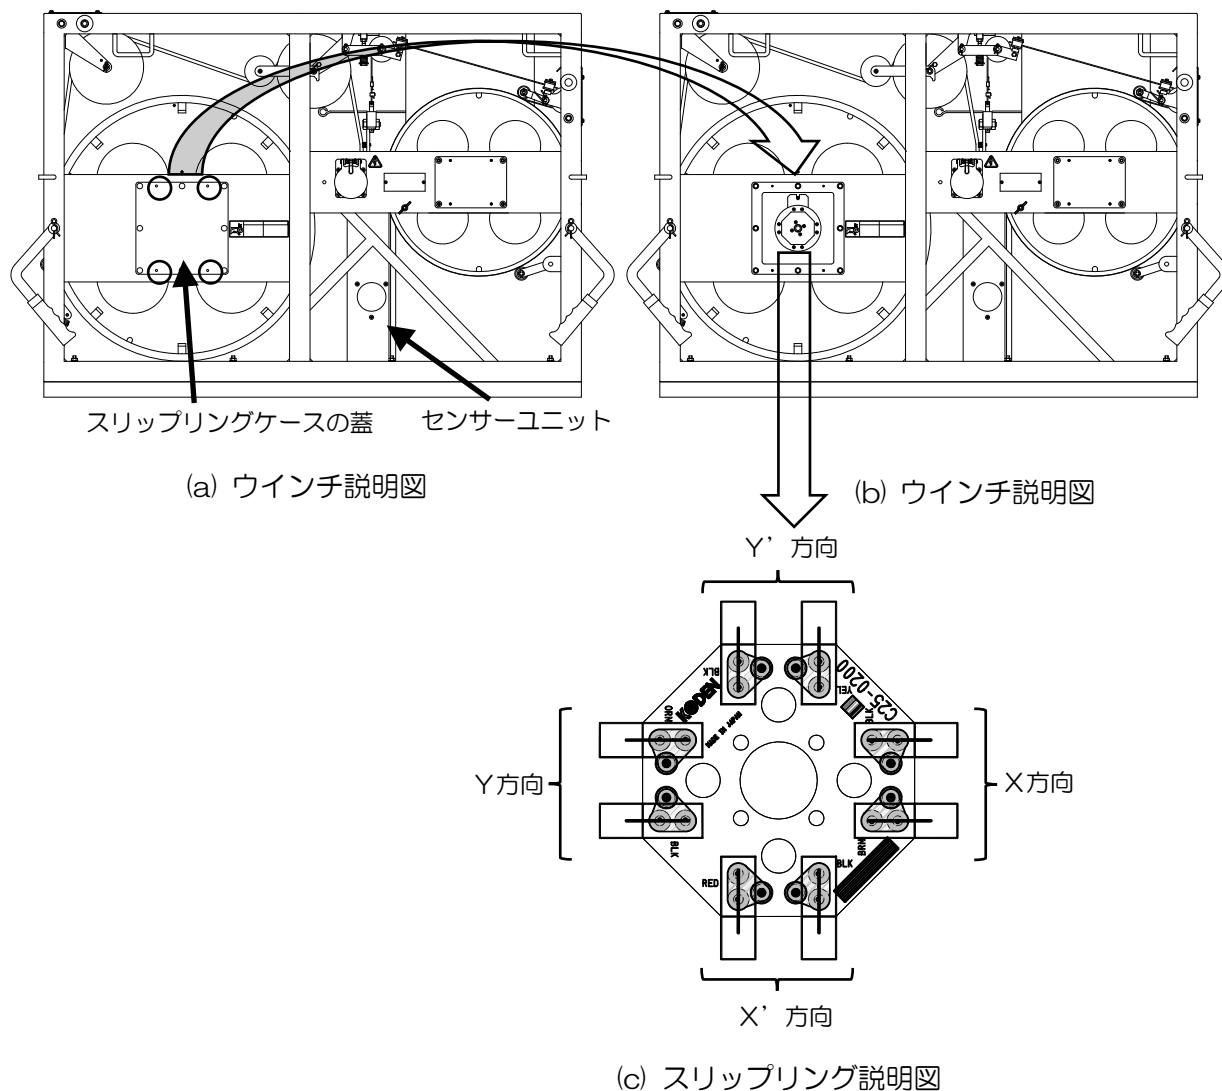

図 3.16 スリップリング説明図
スリップリングプリント板 (C25-0200) は、スリップリングユニットに実装され、センサーエレメント用のケーブルを中継します（図 3.16 参照）。C25-0200 単体では、保守部品としては扱いません。
- (1) センサーユニットが充分乾燥していることを確認して下さい。CW-558R は、外して下さい。
- (2) スリップリングケースの蓋を開けます。4本のねじを外して下さい。(図 3.16 (a)参照)
- (3) メガーテスター (DC500V) を使用して、4組 (X、X'、Y、Y' 方向) の絶縁抵抗を確認して下さい。概ね 1MΩ以上で良好です。4組の絶縁抵抗の数値が同じような値であれば概ね良好です。(図 3.16 (b)、(c)参照)